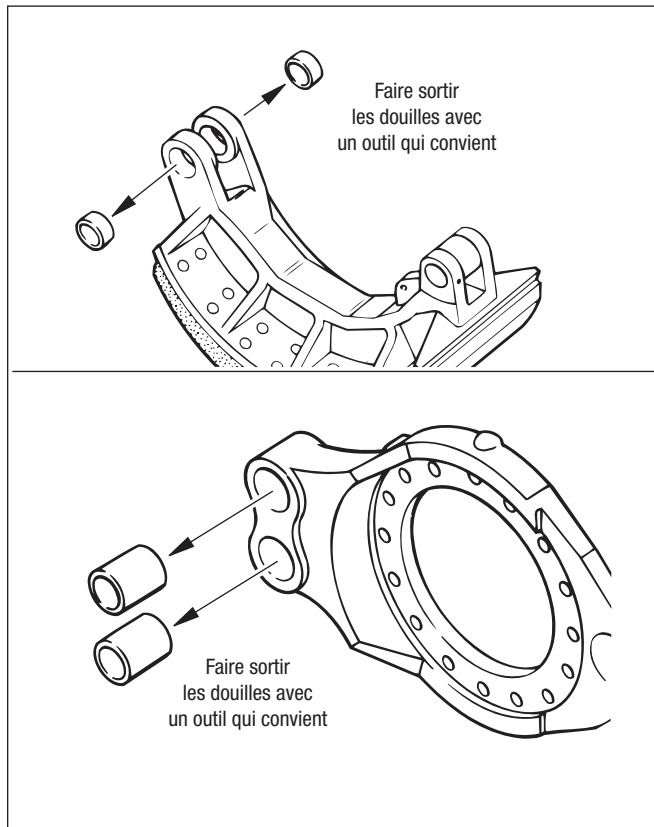

Figure 27 – Dépose des douilles d'axe de segment
8. Faire sortir les douilles usées de l'axe et du porte-segment avec un outil qui convient. Cf. Figure 27.